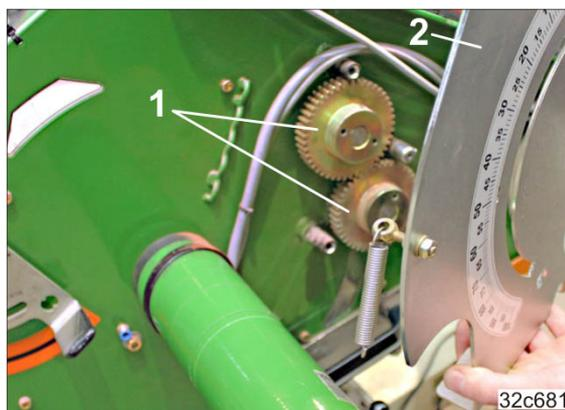

Fig. 286
7. Die Stirnräder (Fig. 286/1) hinter dem Skalenblech (Fig. 286/2) mit Druckluft von Staub und Schmutz befreien.